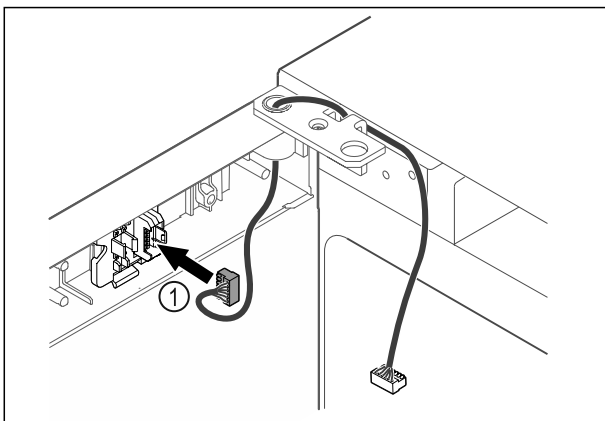

Fig. 59
- Stekker Fig. 59 (1) in stekkerhouder steken.